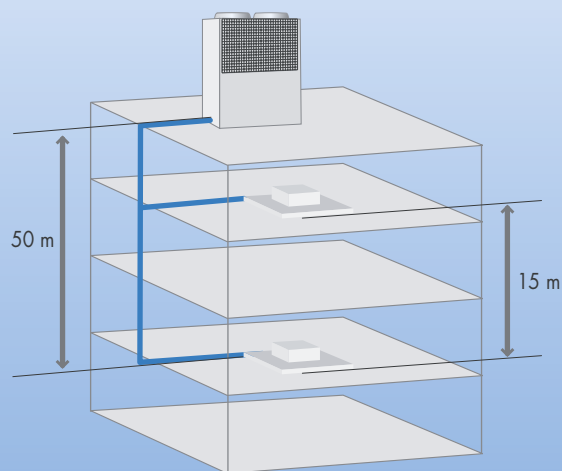

Bild 16
- Bei der Anordnung der Geräte besteht ein hohes Maß an Flexibilität (Bild 16): Je nach Gerätetyp und System kann die **Leitungslänge** zwischen Außengerät und dem entferntesten Innengerät bis zu 150 m betragen (maximal 30 m ab dem ersten Abzweig).